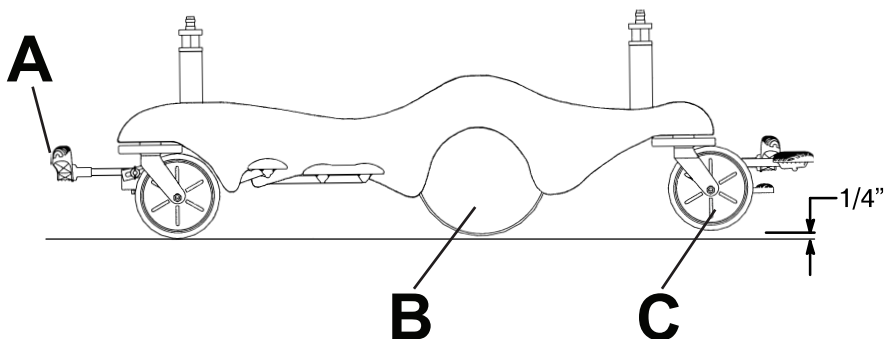

Figure 10 – Transport avec Big Wheel
5. Mettre la pédale de frein/guidage (A) dans la position de guidage (Figure 10).
- **Big Wheel** (B) ne pivote pas. Le produit ne peut pas se déplacer latéralement quand **Big Wheel** est appliquée par l'opérateur.
- Lorsque **Big Wheel** (B) est appliquée par l'opérateur, le produit est élevé et les roulettes côté pieds (C) sont soulevées. Le produit repose sur les roulettes côté tête et **Big Wheel** rend le produit plus facile à manœuvrer (Figure 10).